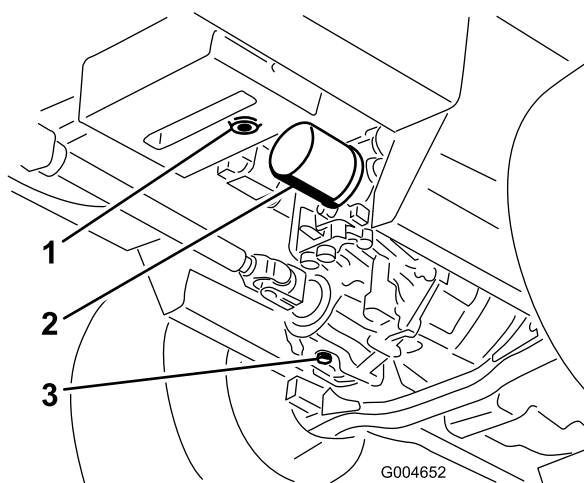

Figura 77
4. Limpie la zona alrededor del filtro de aceite hidráulico y retire el filtro (Figura 77).
3. Coloque un recipiente grande debajo del depósito de aceite hidráulico y el alojamiento de la transmisión y retire los tapones; deje que se vacíe todo el aceite hidráulico (Figura 77).